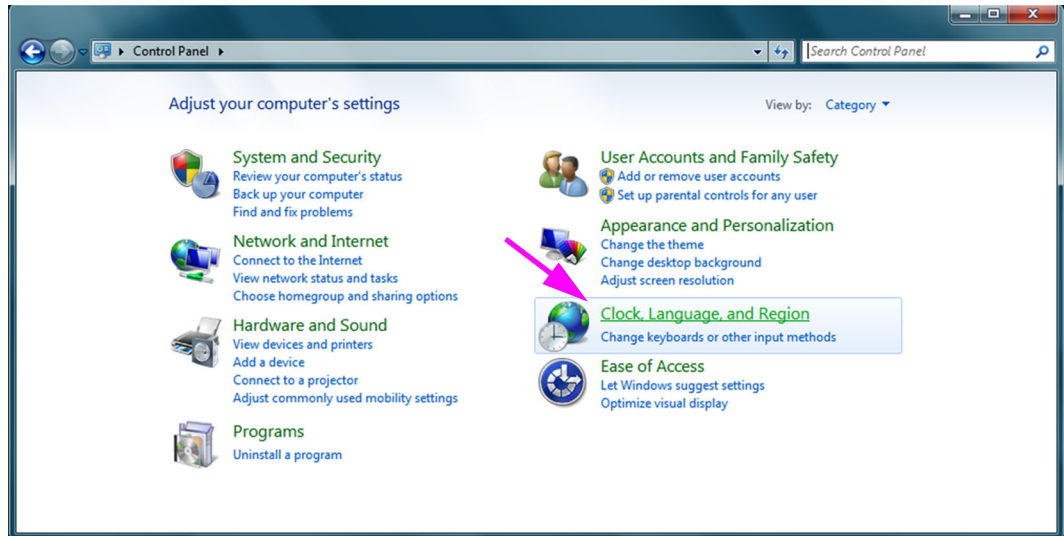

Figura C-13. Fereastra Panou de control
3. Deschideți Panoul de control (Control Panel), apoi faceți clic pe **Ceas, limbă și regiune (Clock, Language, and Region)** (consultați Figura C-13).